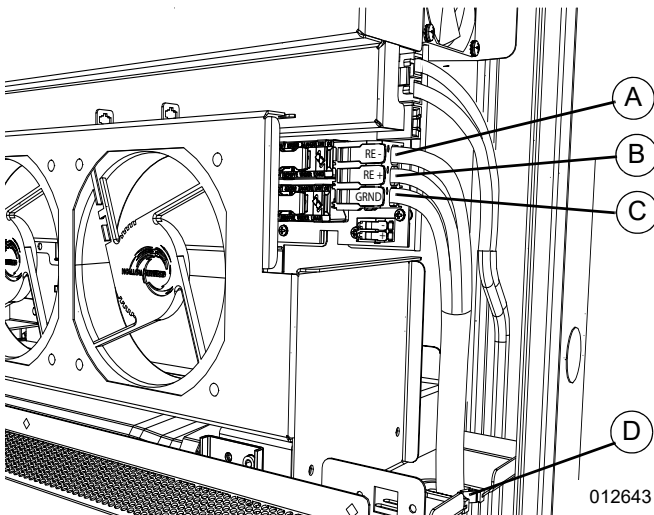

Figura 4-11. Cableado de REbus
1. Consulte la **Figura 4-11**. Instale los conductores de REbus en sus bloques de terminales: RE+ en el rojo (B), RE- en el negro (A).
2. Instale el conductor de conexión a tierra del equipo en el bloque de terminales verde (C).
3. Si es necesario, pase los conductores del cableado de campo a través del ojal del deflector de la canalización (D).